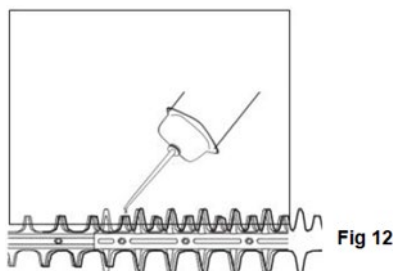

Fig 12
- Faites fonctionner la machine pendant un moment pour répartir l'huile uniformément sur la surface du peigne (Fig. 12).